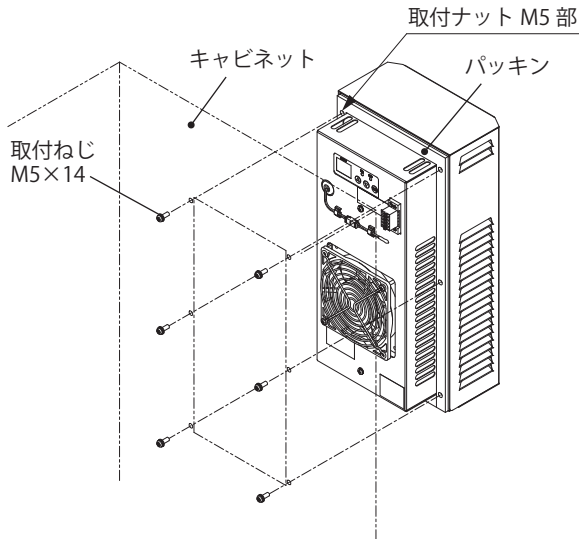

図 3 取付方法
3. 付属の取付ねじ M5×14 にて、キャビネットへ確実に固定してください。（図 3）